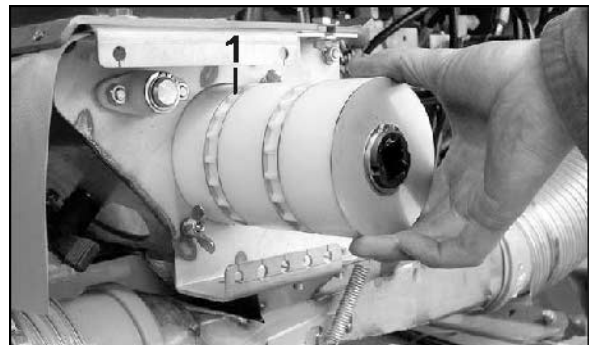

Рис. 21
- Мелкий дозирующий вал (Рис. 21/1) для мелкого посевного материала.